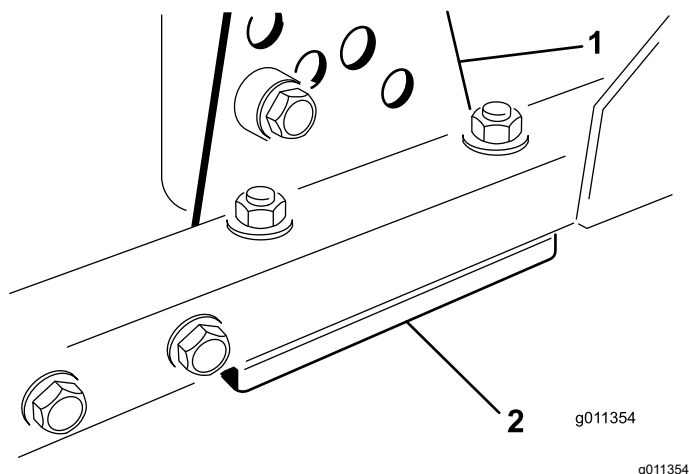

Bild 128
1. Entfernen Sie die Schnitthöhenhalterung (vorne, links oder rechts) vom Mähwerkrahmen (Bild 128).
2. Führen Sie 1,5-mm- und/oder 0,7-mm-Beilagscheiben zwischen dem Mähwerkrahmen und der Halterung ein, um die gewünschte Schnitthöhe zu erhalten (Bild 128).